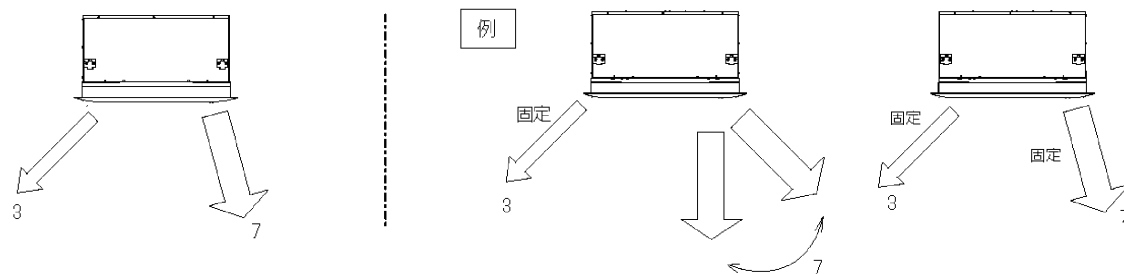

図22
- ※45、71、112形パネルの場合、8項の風の吹き分けとの組み合わせにより図22のように気流を選択できます。